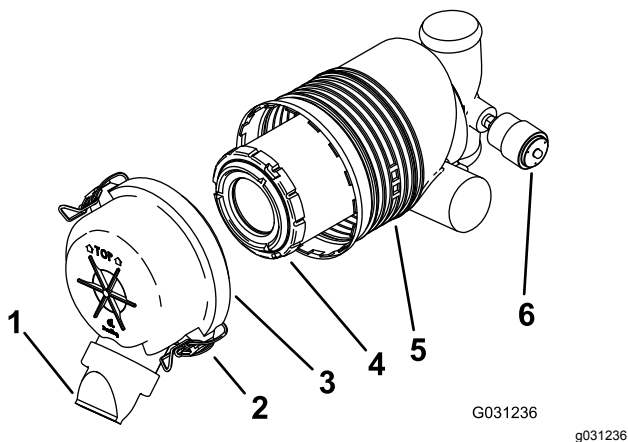

Figura 30
Importante: Cambie el filtro del limpiador de aire únicamente cuando el indicador de mantenimiento se ve rojo (Figura 30). El cambiar el filtro antes de que sea necesario sólo aumenta la posibilidad de que entre suciedad en el motor al retirar el filtro.
5. Abra los cierres del limpiador de aire y tire de la tapa de la entrada de aire para separarla del cuerpo del limpiador de aire (Figura 30).
- Si el indicador de mantenimiento se ve transparente, instale la tapa del limpiador de aire con el tapón antipolvo orientado hacia abajo, y cierre los enganches (Figura 30).
1. Extraiga con cuidado el filtro del cuerpo del limpiador de aire (Figura 30).
3. Instale el filtro con cuidado (Figura 30).
4. Instale la tapa del limpiador de aire con el tapón antipolvo orientado hacia abajo, y cierre los enganches (Figura 30).